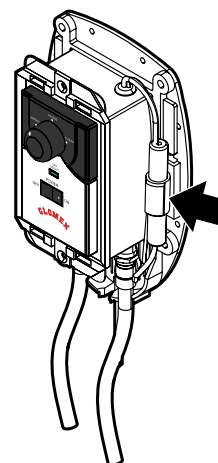

Fig. 33
- Retire el fusible fundido de su emplazamiento indicado en la **Fig. 33** y reemplácelo por uno nuevo (**tipo T 3A15 5x20**, es decir, fusible de cartucho de acción diferida con 5 mm de diámetro y 20 mm de largo, corriente nominal de 3 A y tensión nominal de 15 V).